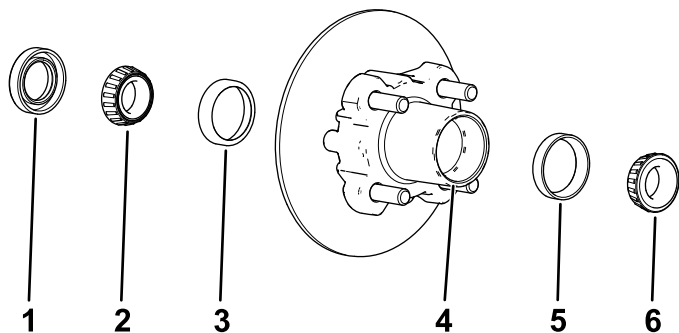

Figura 38
1. Retire el cojinete exterior y el anillo de rodadura del cubo (Figura 38).
2. Retire la junta y el cojinete interior del cubo (Figura 38).
5. Limpie el hueco del cubo para eliminar cualquier resto de grasa, suciedad y residuos (Figura 38).
7. Llene el hueco del cubo hasta un 50 – 80% de su capacidad con grasa del tipo especificado (Figura 38).
8. Monte el cojinete interior sobre el anillo en el lado interior del cubo e instale la junta (Figura 38).